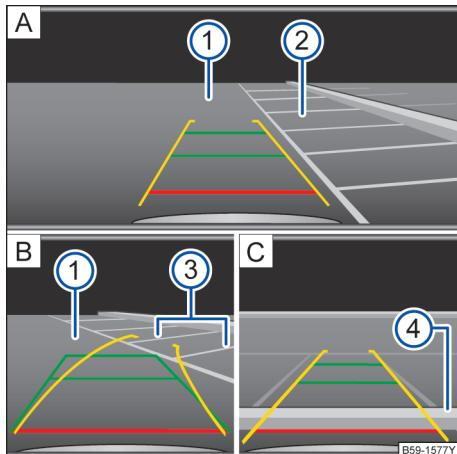

图 163 信息娱乐系统的屏幕显示：利用倒车影像系统泊车（示意图）
→ 图 163 的图例：
- 将车辆驶到停车位 ② 前方→图 163 [A]。
- 缓慢倒车，同时转动方向盘，使黄色定向线沿着侧面的分界线 ③ 进入到所选的车位中。
- 将车辆对准所选的停车位，令绿色和黄色线与所选停车位的侧面边界线 ③ 重叠。
- 最迟在红色定向线到达后部边界（例如路沿石 ④）时就要停车 [C]。